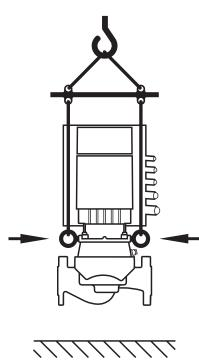
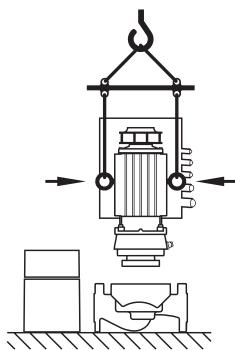

Fig. 8: Transport der Pumpe
Fig. 9: Transport des Motors
3.2 Transport für Montage-/ Demontagezwecke	<p>WARNUNG! Gefahr von Personenschäden! Unsachgemäßer Transport kann zu Personenschäden führen.</p> <ul style="list-style-type: none"> • Der Transport der Pumpe ist mittels zugelassener Lastaufnahmemittel (z. B. Flaschenzug, Kran etc.) durchzuführen. Sie sind an den am Motorflansch vorhandenen Transportösen zu befestigen (Fig. 8, hier dargestellt: Heberichtung mit vertikaler Motorwelle). • Falls erforderlich, z. B. im Reparaturfall, können die Transportösen vom Motorflansch zum Motorgehäuse versetzt werden (siehe z. B. Fig. 9). Vor Montage der Transportösen am Motorgehäuse die Abstandshalter aus den Öffnungen für die Transportösen (Fig. 7, Pos. 20b) heraus schrauben (siehe Kapitel 10.2.1 „Gleitringdichtung wechseln“ auf Seite 48). • Vor der Nutzung der Transportösen kontrollieren, dass die Ösen keine Beschädigungen aufweisen und die Befestigungsschrauben vollständig eingedreht und fest angezogen sind.
- Werden oder sind die Transportösen vom Motorflansch versetzt und am Motorgehäuse montiert, so sind sie nur zum Tragen bzw. Transport des Einsteksatzes (Fig. 9) zugelassen, nicht aber zum Transport der ganzen Pumpe sowie nicht zum Trennen des Einsteksatzes vom Pumpengehäuse.